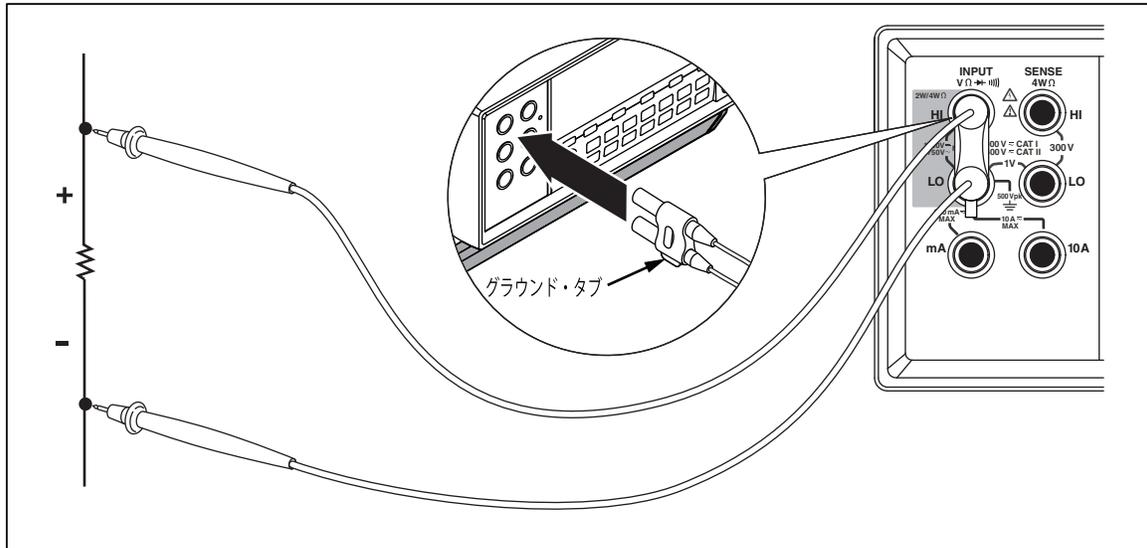

図 3-7. 2x4 線リードを使用した 4 線抵抗の入力接続
1. 図3-7に示すように本器の入力コネクタにテスト・リードを接続します。